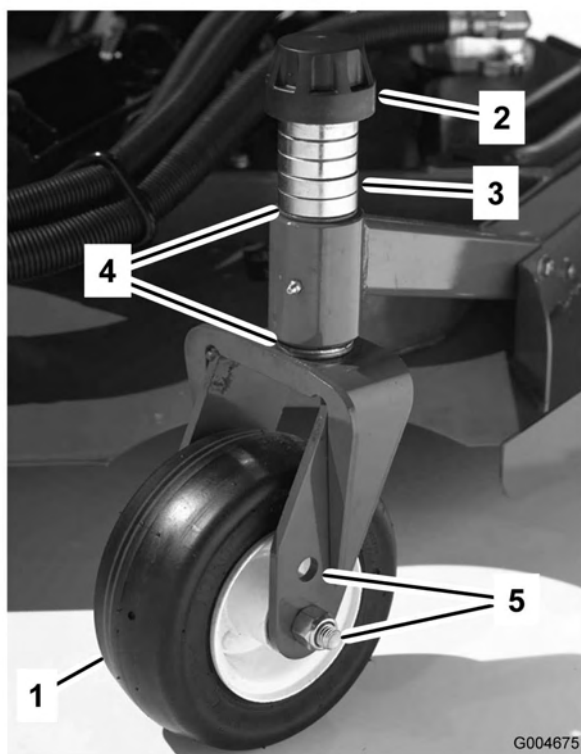
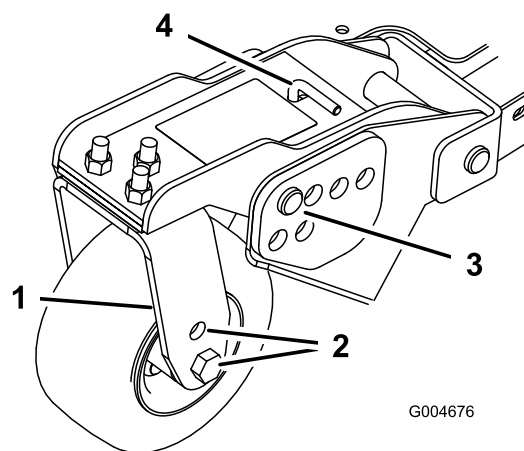
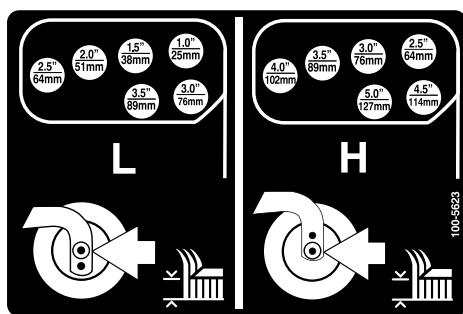

Figura 18
Figura 20
Figura 21
1. Coloque os eixos da roda giratória nos mesmos orifícios em todas as forquilhas da roda giratória (Figura 18 e Figura 20). Consultar o quadro seguinte para determinar quais os orifícios adequados para cada posição.
2. Retire a tampa de fixação do eixo roscado e desloque o fuso (Figura 18) para fora do braço da roda giratória. Coloque ambos os calços (3 mm) no eixo, tal como se encontravam originalmente. Estes calços são necessários para atingir a mesma altura ao longo de toda a largura das unidades de corte. Desloque um número apropriado de cunhas de 1/2 polegada para o eixo para obter a altura de corte desejada; em seguida, desloque a arruela para o eixo.
4. Retire o contrapino tipo grampo e o pino de segurança dos braços articulados da roda giratória (Figura 20).
5. Rode a barra tensora para levantar ou descer o braço articulado, até os orifícios se encontrarem alinhados com a altura desejada dos orifícios da altura de corte na estrutura da unidade corte (Figura 20 and Figura 21).